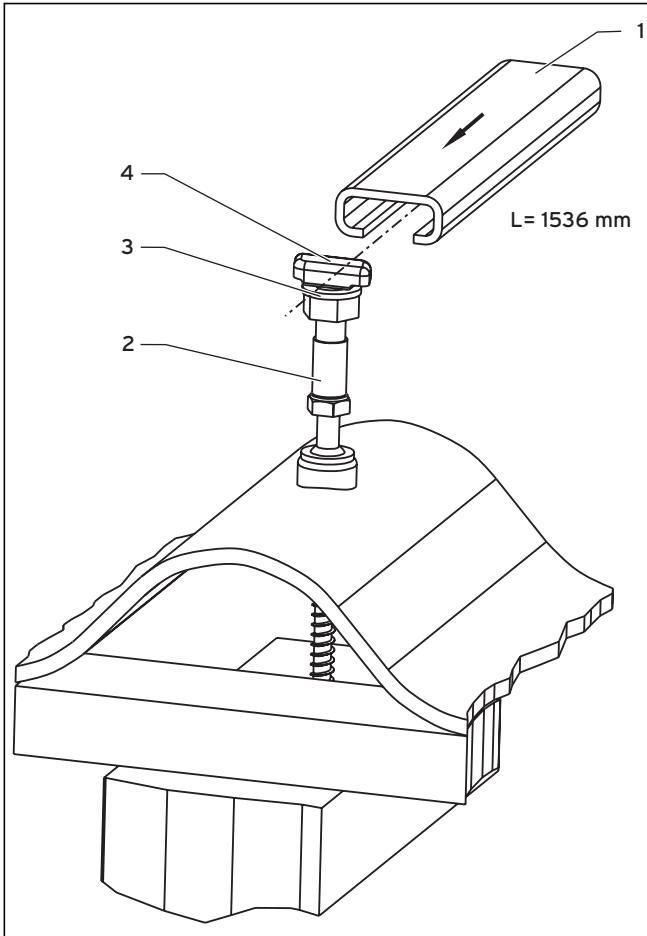

Abb. 6.21 Montage der Auflageschienen
- Achten Sie bei der Montage des Kollektors auf die korrekte Position der Hammerkopfschrauben nach Abb. 6.21.